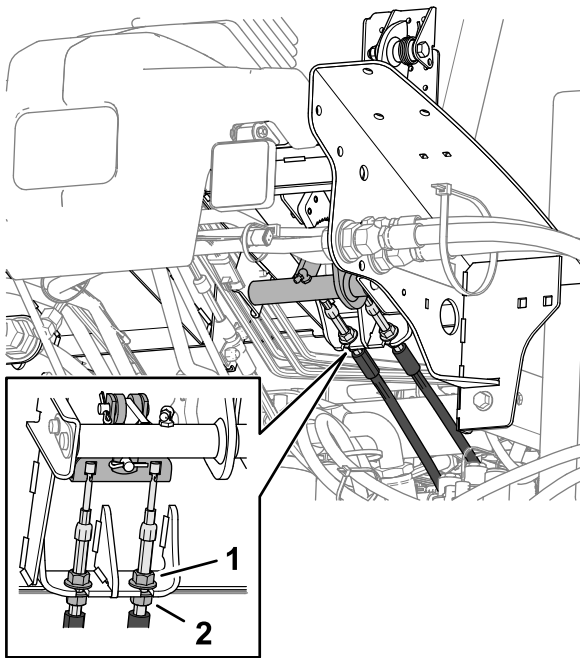

Figure 139
5. Pour réduire la garde à la pédale de frein, desserrez les écrous de blocage avant sur l'extrémité fileté de chaque câble de frein (Figure 139).